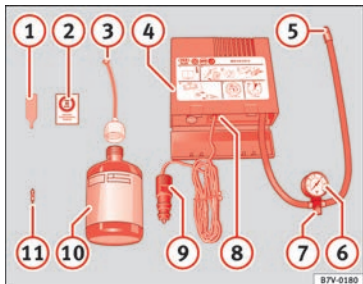

Fig. 67 Representación estándar: contenido del kit antipinchazos.
- Desenrosque la caperuza y el obús de la válvula del neumático. Utilice el aparato » fig. 67 1 para extraer el obús. Colóquelo en una superficie limpia.
- Agite con fuerza la botella de sellante de neumáticos » fig. 67 10.
- Enrosque el tubo de inflado » fig. 67 3 en la botella de sellante. El precinto de la botella se romperá automáticamente.
- Retire el tapón del tubo de llenado » fig. 67 3 y enrosque el extremo abierto del tubo en la válvula del neumático.
- Vuelva a colocar el obús con el aparato » fig. 67 1 en la válvula del neumático.
- Enrosque el tubo de inflado del neumático del compresor » fig. 67 5 en la válvula del neumático.
- Compruebe que el tornillo de evacuación de aire está cerrado » fig. 67 7.
- Acople el conector » fig. 67 9 a toma de corriente de 12 voltios del vehículo » pág. 160.
- Conecte el compresor de aire con conmutador ON/OFF » fig. 67 8.